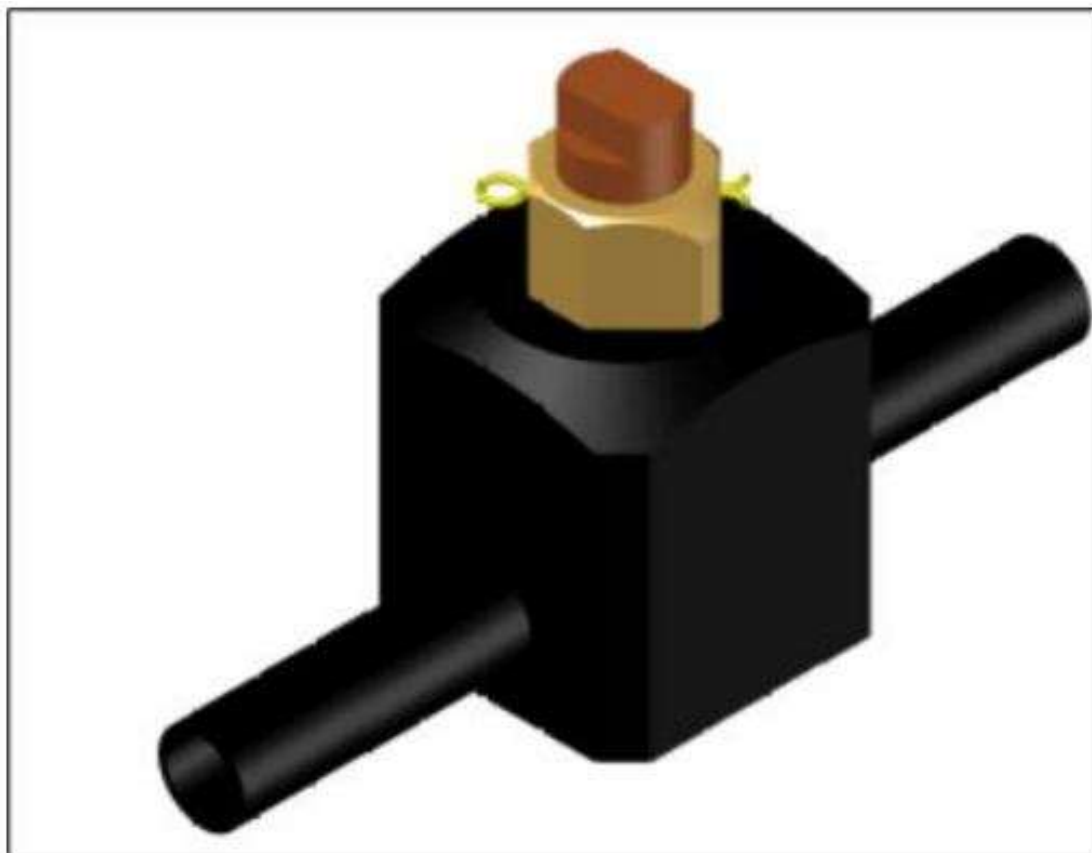

Figura 09 – Válvulas simples
- 4.6.8.1. Válvula simples - Figura 09;